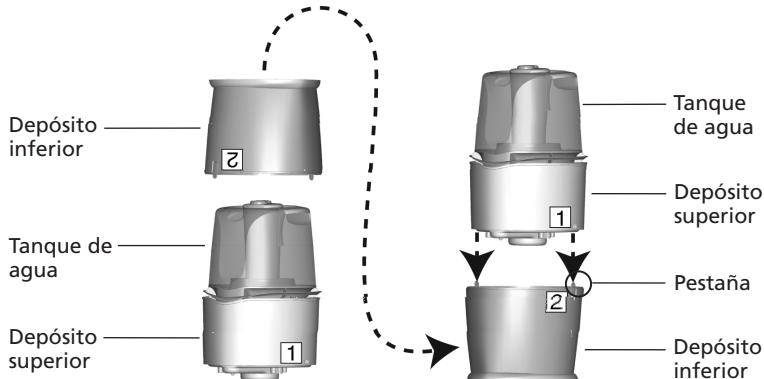

Figura 3
2. Seleccione un lugar para colocar su vaporizador. El lugar debe ser plano, firme, resistente al agua y que esté mínimo a seis (6) pulgadas de paredes y fuentes de calor.
3. Saque el depósito inferior (marcado con el número 2) del tanque de agua y el depósito superior (marcado con el número 1). Vea la figura 3.
5. Levante el depósito superior (marcado con el número 1) y el tanque de agua y colóquelos encima del depósito inferior (marcado con el número 2) de tal forma que las dos pestañas del depósito inferior queden acopladas al depósito superior. Vea la figura 3.